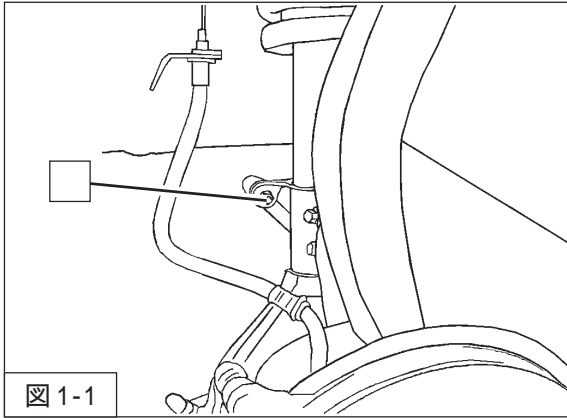

図 1-1
2. AFS装着車は、左側ダンパーASSYのAFSセンサ取付ナットを取外してください。(図1-1)